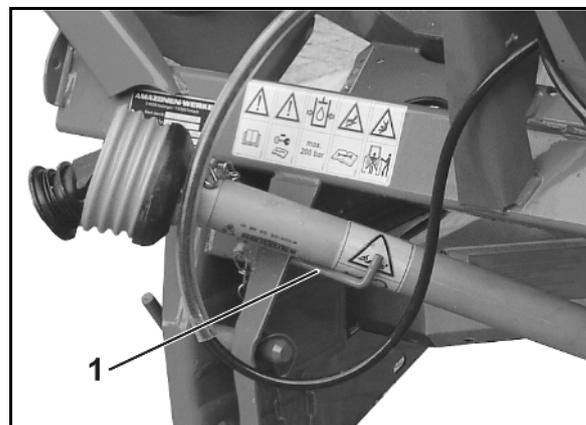

Fig. 36
5. Pouse o veio de transmissão no dispositivo de fixação previsto para o efeito (Fig. 36/1).